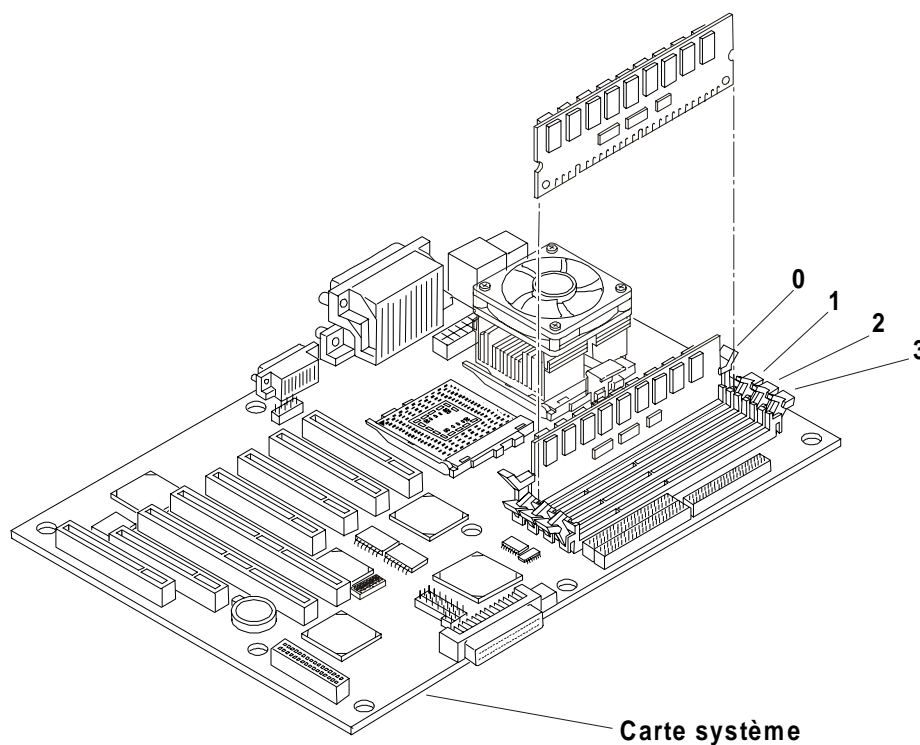

Figure 4-4. Mise en place d'un module DIMM
11. Mettez le module DIMM en position perpendiculaire par rapport à la carte système et enfoncez-le dans le logement jusqu'à ce que les clips de fixation se referment. Reportez-vous à la figure 4-4.